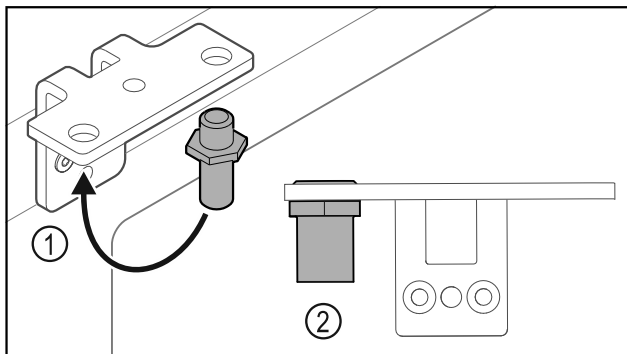

Fig. 28
- Premjestite svornjake Fig. 28 (1) u kutnim šarkama.
- Pritegnite svornjake Fig. 28 (2) **okretnim momentom od 12 Nm**.